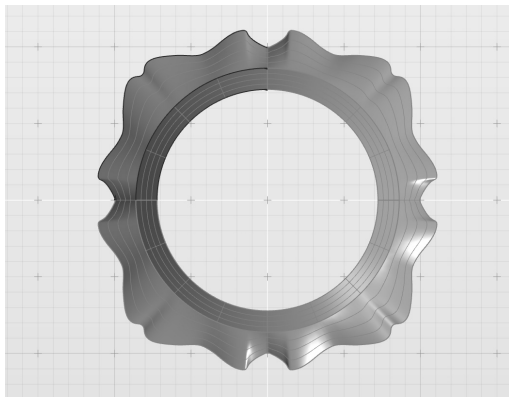

图 5-158 对放样曲面进行镜像操作
8) 对该曲面进行镜像操作, 获取完整环形面, 如图 5-158 所示。